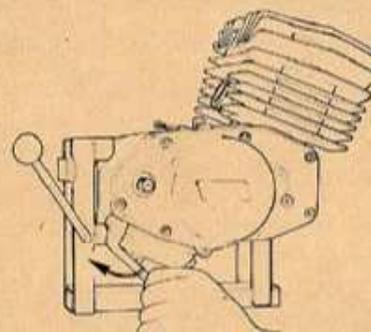

FIG. 15 Rimozione vite
- 9) RIMUOVERE la vite arresto scorrevole messa in moto (vedi fig. 15)